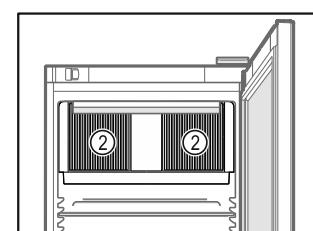

Fig. 48
- Udržiavajte volné vetracie štruby Fig. 48 (2) cirkulačného ventilátora vo vnútornom priestore.